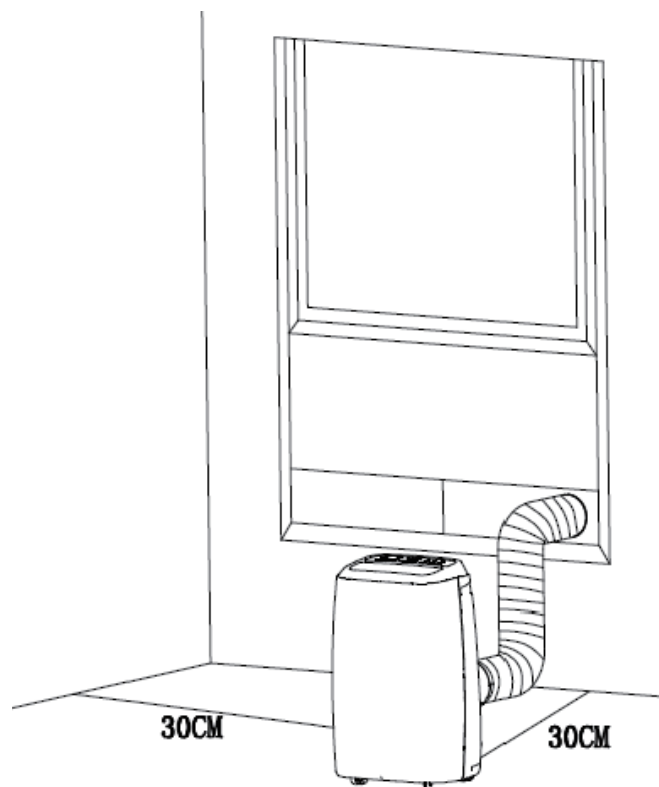

Abb. 7
- Eine tragbare Klimaanlage sollte an einem ebenen Ort mit ausreichend Platz darum herum installiert werden. Blockieren Sie nicht den Luftauslass. Der erforderliche Abstand sollte mindestens 30 cm betragen. (Siehe Abb. 7)